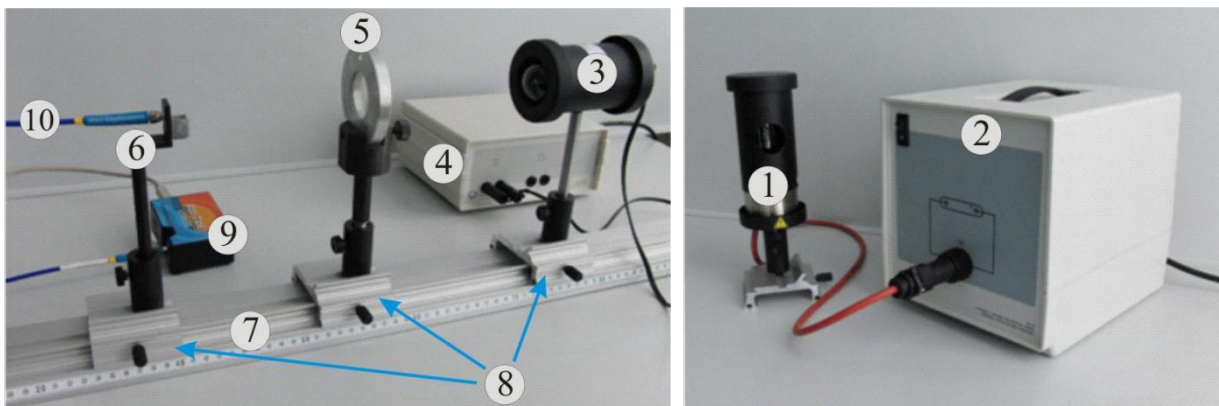

Рис.7. Общий вид экспериментальной установки
Оптические элементы и аппаратура (рис.7):
1. Установите на правом конце оптической скамьи 7 лампу накаливания 3 (рис.7). Если на кожухе лампы установлена матовая пластинка, аккуратно снимите её.
1. Уберите осветитель и установите на правом конце оптической скамьи 7 неоновую лампу 1 (рис.7). Правый край рейтера лампы должен располагаться на отметке 100 см.
2. Установите рейтер с ФЗП на отметке 47 см (по правому краю). Измерьте расстояние между источником и ФЗП (величина a в формуле (2)).